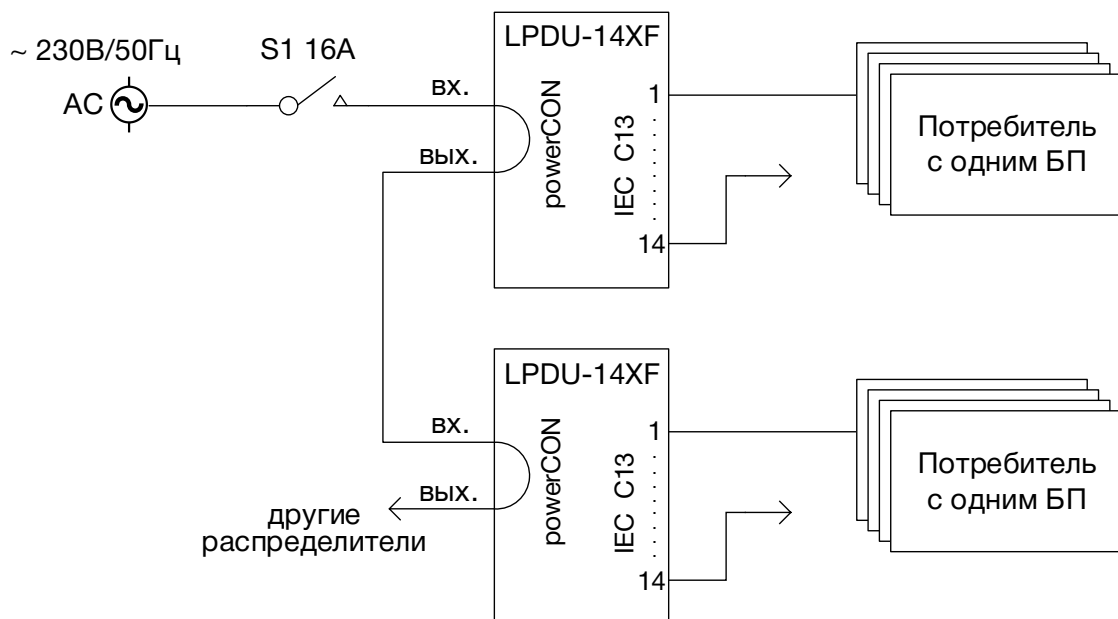

Рисунок 8
4. Если необходимо, подключите другой LPDU к проходному выходу разъёма powerCON (рисунок 8).